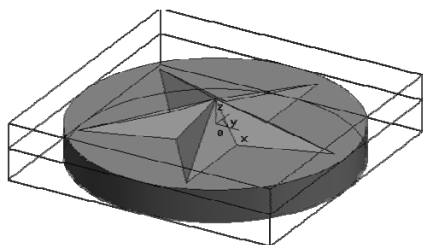

图 3-25 拾取的加工对象
1) 完成加工参数设置后，单击“确定”按钮，系统在界面的左下方提示“拾取加工对象”，单击轮廓拾取整个实体为加工对象，如图 3-25 所示。单击右键结束拾取。